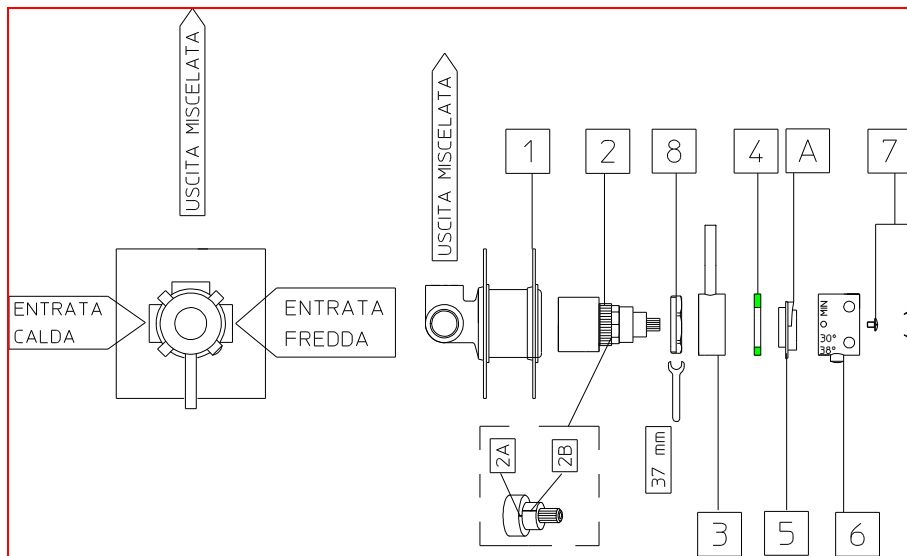

FIGURA 2 – MISCELATORE TERMOSTATICO DOCCIA.
- A**-INCASSARE IL MISCELATORE CON L'USCITA DELL'ACQUA MISCELATA DA 1/2" (DOCCIA) RIVOLTA VERSO L'ALTO (FIGURA 2)
- B**-INSERIRE LA PIASTRA DI COPERTURA (1) (CON L'APPOSITO ANELLO IN GOMMA) SOPRA IL CANOTTO CROMATO DEL MISCELATORE.
- C**-POSIZIONARE SULL'ANELLO DENTATO DI COLORE BLU DELLA CARTUCCIA (2) NELLA POSIZIONE DESIDERATA, LA MANIGLIA DI REGOLAZIONE DELLA PORTATA (3) (APERTURA E' IN SENSO ANTIORARIO) PREMENDO BENE ED INSERIRE L'ANELLO ANTIFRIZIONE NERO (4).
- D**-INSERIRE LA CAMMA GRIGIA (5) SULLA DENTATURA IN OTTONE DELLA CARTUCCIA (2) IN MODO CHE L'INDICE DI RIFERIMENTO **A** (INDICE DI RIFERIMENTO SPORGENTE)SIA RIVOLTO VERSO L'ALTO E PREMENDO BENE FINO AL CONTATTO CON LA MANIGLIA (3)
- E**-POSIZIONARE I RIFERIMENTI DI TARATURA TACCA **2A** E **2B** POSTI SULLA PARTE IN OTTONE GIALLA DELLA CARTUCCIA (2) FACENDO IN MODO CHE LE DUE TACCHE RIMANGANO ALLINEATE.
- F**-INSERIRE SENZA RUOTARE LA MANIGLIA GRADUATA (6) AVENDO CURA CHE I 38° C,SOTTO IL PULSANTE ROSSO,CORRISPONDANO ALL'INDICE **A** DALLA CAMMA GRIGIA.
- G**-FISSARE LA MANIGLIA GRADUATA CON LA VITE E LA PLACCHETTA CROMATA (7)